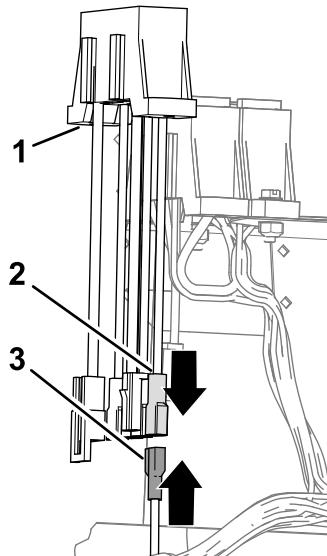

Figura 22
1. Conecte el conector plano del arnés de cables del kit de acabado a la toma del conector del bloque de fusibles auxiliares (Figura 22).